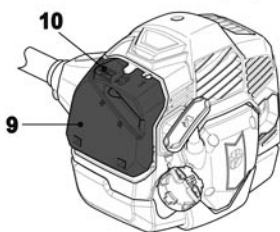

Fig. 36
- > Pressione o fecho [10] e baixe a cobertura [9] (fig. 36, 37).